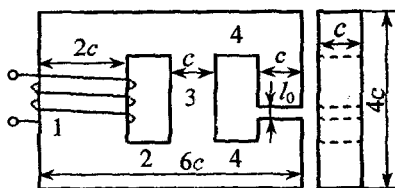

Рис. 1.25
**Задача 1.22.** В правом стержне магнитной цепи, показанной на рис. 1.25, имеется воздушный зазор длиной  $l_0 = 1$  мм. Размер  $c = 3$  см. Индукция в зазоре  $B_0 = 0,2$  Тл.